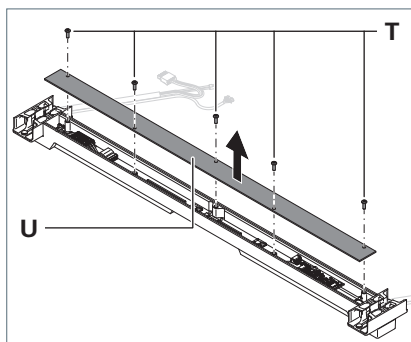

Fig. 6: Support transversal - Retirer le recouvrement.
4. Dévissez les vis **T** du recouvrement **U**, voir Fig. 6.